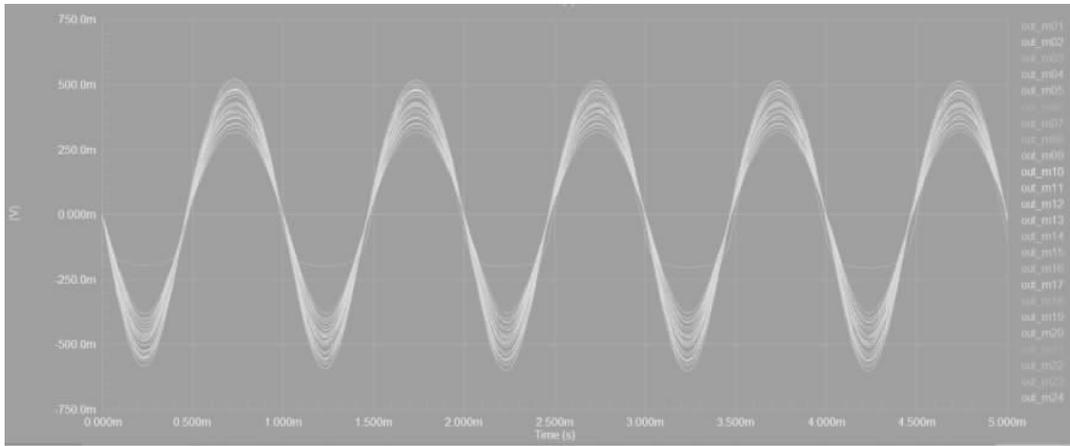

图 3-86 蒙特卡洛分析结果
- (1) 运行 Spice 仿真后, 弹出消息对话框。关闭该对话框。
(2) 自动打开 PCB_Project1. sdf 文件。在该文件下有一个 Transient Analysis 标签,单击该标签。
(3) 如图 3-86 所示,给出了蒙特卡洛分析的结果。